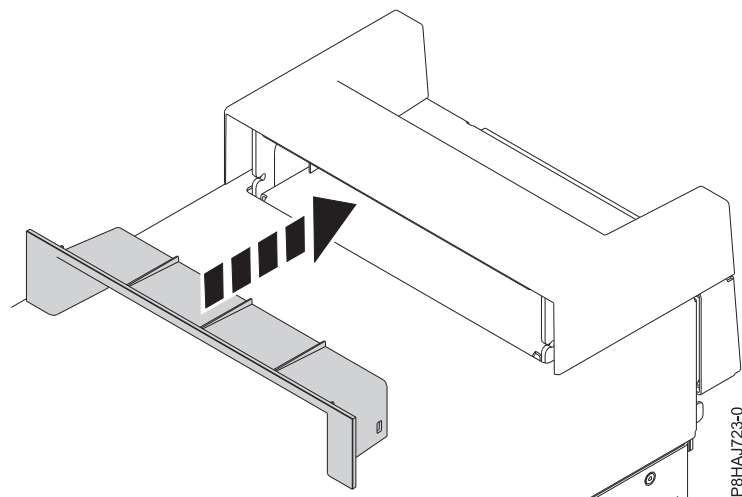

Figura 180. Inserir a peça dentro da tampa da pega num sistema autónomo 8286-41A
2. Insira a peça com a tampa da pega ao empurrar a mesma firmemente na direcção da pega da tampa conforme demonstrado em Figura 180.